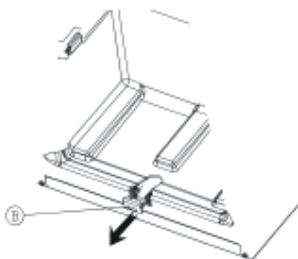

Figure -2-
- 2- Retirez la bonde de vidange (B) située sous le compartiment congélateur (figure-2).